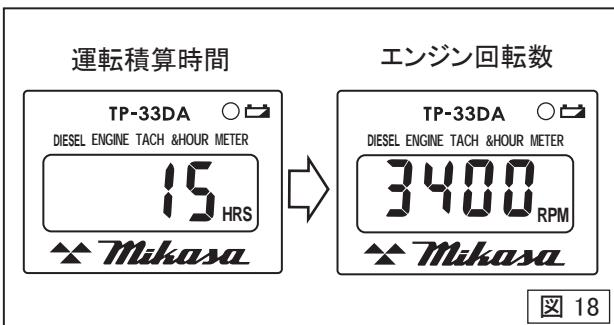

図 18
9. エンジンが始動するとタコ・アワーメーターが「エンジン回転数」を表示します。(図18) さらに、エンジンの回転が上がるとブザー音が止まります。
7. エンジンが始動するとタコ・アワーメーターが「エンジン回転数」を表示します。(図18)